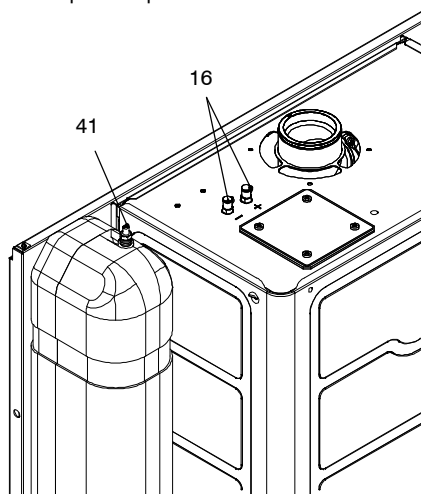

fig. 9.12
- 3 Per facilitare lo svuotamento, allentare il raccordo di sfiato manuale 41 in fig. 9.12 posto nella parte superiore della caldaia.
Per il controllo della depressione del venturi utilizzare le prese di pressione 16 in fig. 9.12